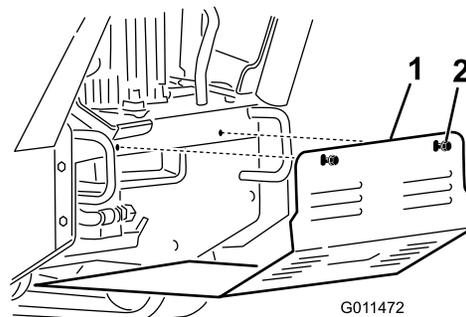

図 24
3. 下部シールドを機体に固定しているボルト2本を交互にゆるめてシールドを外す 図 24。
5. 運転する時は必ずシールドを取り付ける。下側シールドを4ヶ所のタブにセットし、外す時にゆるめたボルト2本で固定する 図 24。